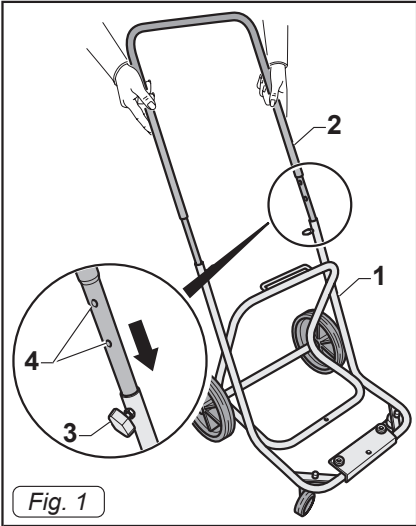

Fig. 1
- Posizionare a terra il carrello (1 Fig. 1)
- Inserire il maniglione (2 Fig. 1) nel carrello.
- È possibile regolare il maniglione in altezza posizionando e avvitando il pomello di fermo (3 Fig. 1) in corrispondenza di uno dei due fori (4 Fig. 1).